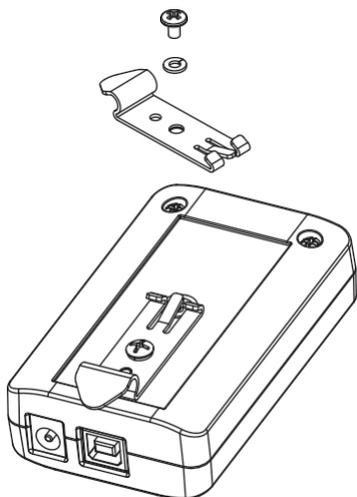

Figure 1
1. Utilisez la **cheville de guidage** au bas de l'**isolateur galvanique USB 2.0** pour aligner le **kit de montage sur rail DIN** dans sa position correcte. Utilisez un tournevis à **tête cruciforme** pour installer la vis autotaraudeuse et fixer le **kit de montage sur rail DIN**. (Figure 1)